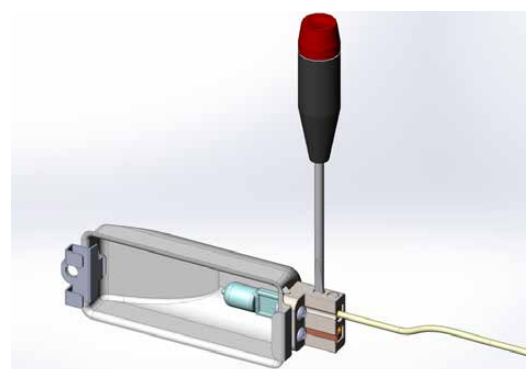

Figure 11
3. Si nécessaire, se servir d'un petit tournevis plat pour enlever le verre en faisant levier avec précaution et mettre celui-ci de côté. Desserrer les 2 vis les plus proches du boîtier d'éclairage (Fig. 11). Ces vis maintiennent l'ampoule en place. L'ampoule devrait s'enlever facilement.